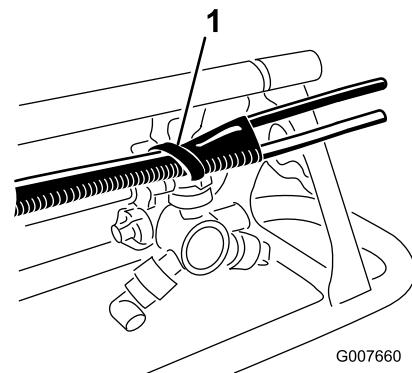

Рисунок 8
- Выровняйте конец шланга по концу верхней штанги. Прикрепите пенный шланг к поперечине пластиковыми хомутами, используя отверстия на поперечине (Рисунок 8).